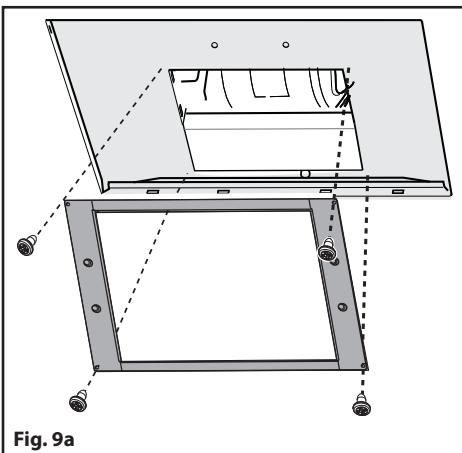

Fig. 9a
- Si l'emballage contient une bride comme celle indiquée **Fig.9a**, il faut la fixer à la hotte à l'aide des vis fournies.